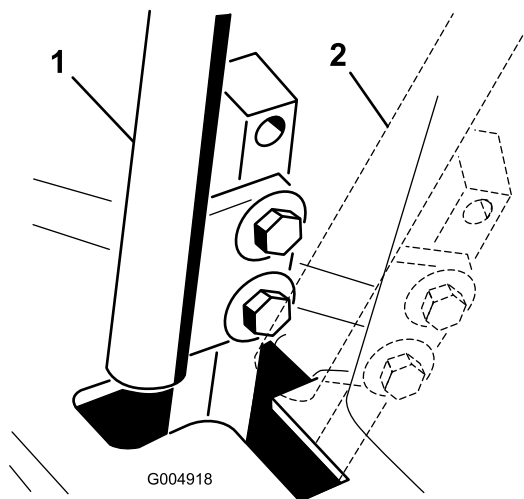

Рисунок 41
4. Переведите рычаг управления в НЕЙТРАЛЬНОЕ, но **не фиксируемое** положение (Рисунок 41).
6. Проверьте положение рычага управления относительно выемки в консоли (Рисунок 41).